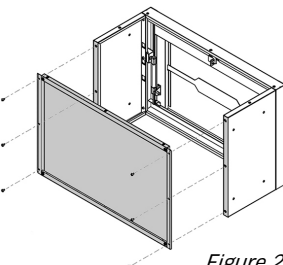

Figure 2.
2. Fixez le panneau arrière (n° 5) sur les panneau latéral avec des vis M4 x 10 (n° 1) (fig. 2).